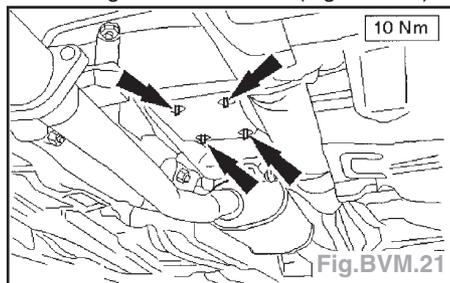

Fig.BVM.21
- Déposer les écrous de fixation de timonerie de changement de vitesse (Fig.BVM.21).